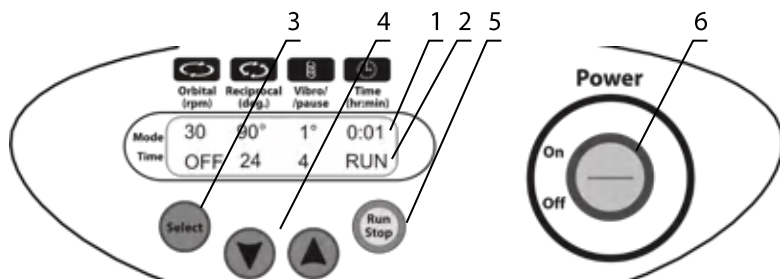

Рисунок 3. Панель управления модели PSU-20i
- 5.2.1. Подключите внешний блок питания к сети. Переведите переключатель питания **Power** в положение **On** (включено, рис. 3/6).
- 5.2.4. Нажмите кнопку **Run Stop** (рис. 3/5) для начала программы. Платформа придёт в движение, на дисплее показывается индикация RUN (рис. 3/2) и меняющиеся значения таймеров.
- 5.2.6. Если время работы не установлено или сброшено и индикатор времени на дисплее показывает OFF (рис. 3/1), при нажатии кнопки **Run Stop** прибор начинает вращение до тех пор, пока не будет нажата повторно кнопка **Run Stop**.
- 6.3. Нажмите кнопку **Select** (рис. 3/3) для выбора изменяемого параметра. Каждое нажатие кнопки **Select** последовательно выбирает параметры. Выбранный параметр мигает. Используя кнопки **▼** и **▲** (рис. 3/4), установите необходимое значение выбранного параметра. Долгое нажатие на кнопку ускоряет смену значений.
- 6.7. Таймер (рис. 3/1) управляет общей продолжительностью программы. Время устанавливается от 1 минуты до 96 часов (шаг установки 1 минута).